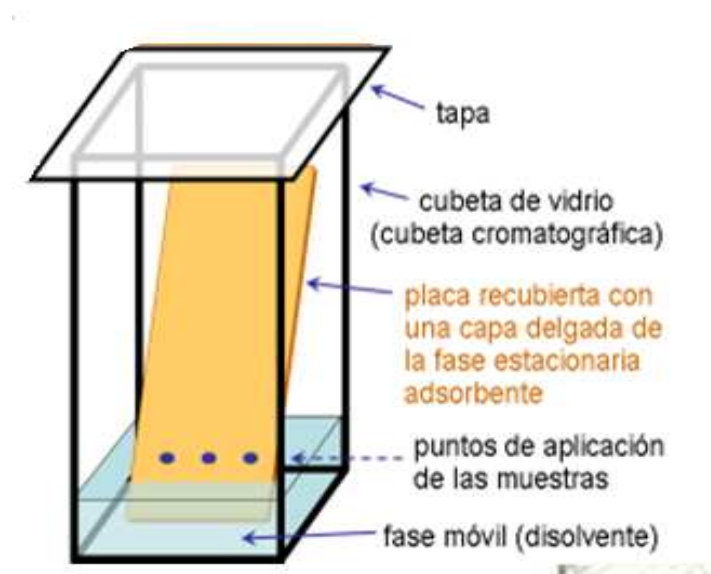

Figura 1. Cuba para cromatografía en capa fina
- **Corrida:** colocar la placa en la cuba previamente saturada con el solvente de corrida. Retirar la placa de la cuba una vez que el frente del solvente se encuentre próximo a 3cm del borde superior. Tiempo de corrida aproximado: 20 min. (Ver figura 1). Dejar secar la placa a temperatura ambiente.